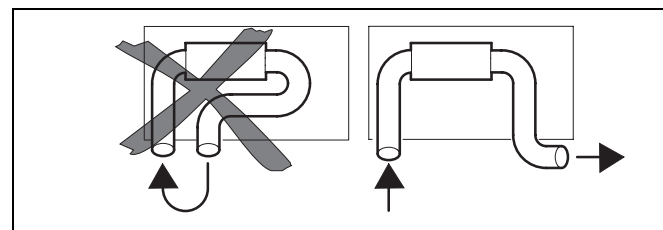

рис. 7: Вход и выход нагреваемого воздуха
- короткое замыкание потока воздуха между входом воздуха в отопитель и выходом воздуха из него (рис. 7)